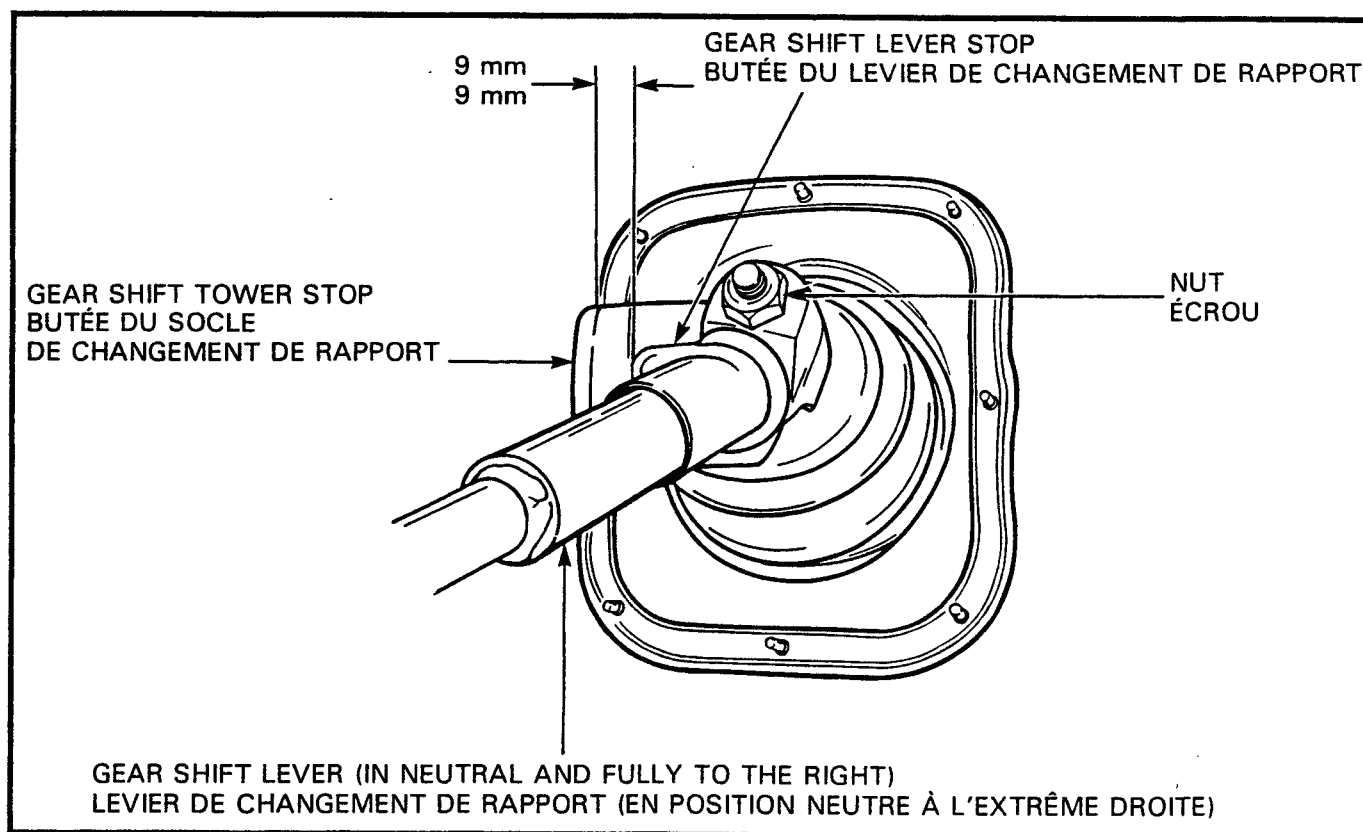

Figure 3-1-15 Adjustment of Clearance Between Gear Shift Lever Stop and Shift Tower Stop
(1) Ensure that the gear shift lever is in neutral and fully to the right in the third and fourth gear shift gate.
(2) Measure the clearance between the gear shift lever stop and the gear shift tower stop, see Figure 3-1-15.
(1) S'assurer que le levier est au neutre et à la position d'extrême droite dans la coulisse des troisième et quatrième rapports.
(2) Mesurer le jeu entre la butée du levier de changement de rapport et la butée du socle de changement de rapport, voir figure 3-1-15.